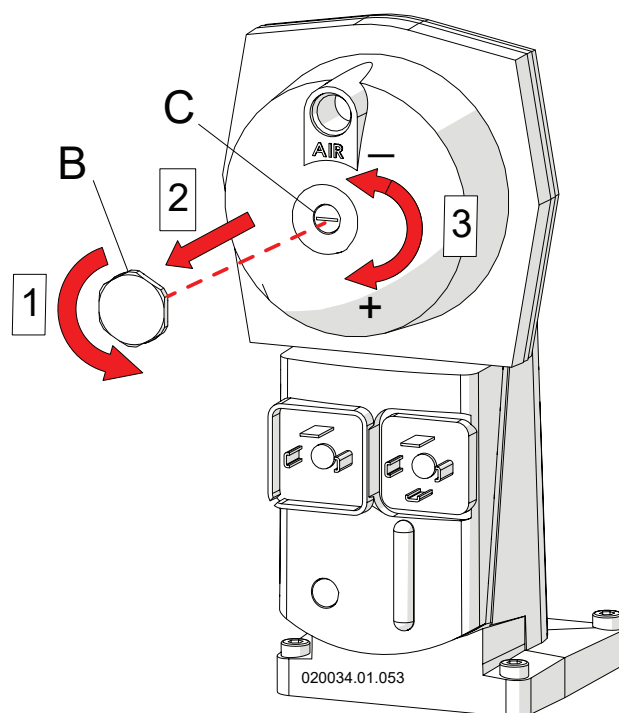

Figura 6-9 - Regolatore CO2 alla minima potenza
- 15.- assicurarsi di leggere il valore per il tipo di gas in uso. Il valore di CO2 misurato deve essere entro i valori riportati, se ciò non fosse occorre correggerlo tramite la vite del regolatore di CO2 alla minima potenza (la vite di regolazione "C" si trova sotto al tappo "B" di Figura 6-9):
Legenda Figura 6-9
- 9.-se il valore non è entro i limiti di cui sopra, operare sulla vite "C" di Figura 6-9, ruotandola in senso orario per aumentare la pressione, viceversa per diminuirla.